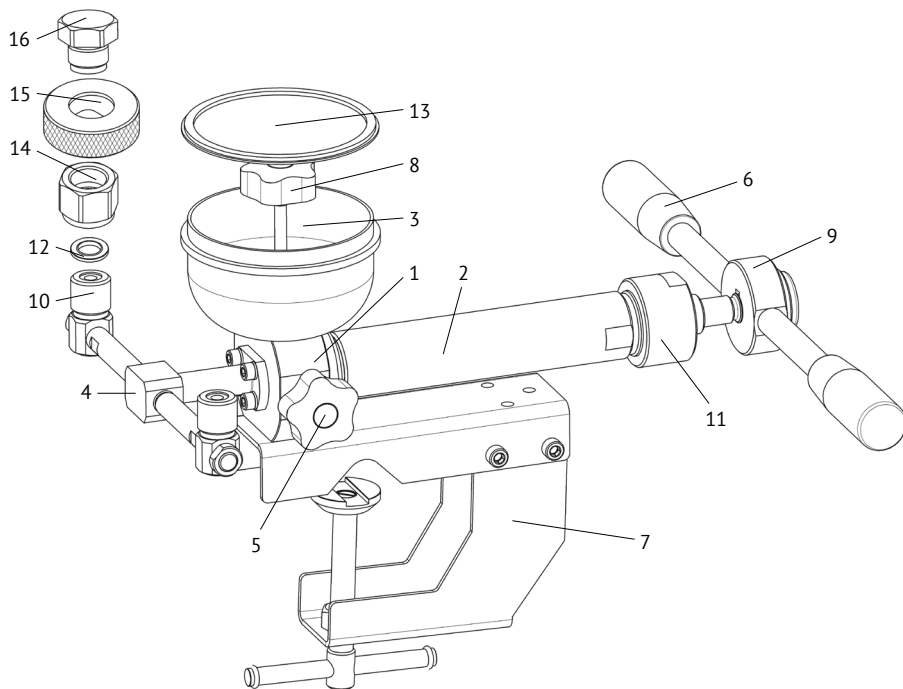

Рис. 1. Внешний вид прибора:
4.1 Пресс гидropневматический малогабаритный ПГМ состоит из бронзового корпуса 1 (Рис. 1), с присоединенным рабочим цилин-
6.3 Надежно закрепите ПГМ на столешнице или трубе посредством *струбцины 7* (Рис. 1).
6.5 Установите резинометаллические уплотнения 12 (Рис. 1) на стойки 10 и накрутите требуемого размера гайки соединительные 14 (левая резьба) из комплекта ЗИП. Проверьте состояние *вентиля рам-*
6.6 Залейте 100 — 150 мл рабочей жидкости в стакан. Откройте *вентиль сброса давления 8*, отвернув иглу на 2-3 оборота до момента пока рабочая жидкость не появится в отверстиях стоек для поверяемых СИ. После этого вращением по часовой стрелке закройте *вентиль рампы 5* (Рис. 1) до упора, не прилагая больших усилий.
7.2 Проконтролируйте состояние и точность установки резинометаллических *уплотнений 12* (Рис. 1), состояние торцевых поверхностей *штуцеров* присоединяемых СИ.
7.4 Откройте вентиль *рампы 5* (Рис. 1), отвернув иглу на 0,5—1 оборота.
8.2 Ежедневное техническое обслуживание: произведите внешний осмотр, очистите от загрязнений и пыли — сухой, чистой ветошью. Проверьте наличие смазки на поверхности *ходового винта пресса 11* (Рис. 1). При её отсутствии или недостаточном количестве произвести смазывание поверхности винта консистентной смазкой ЛИТОЛ — 24 ГОСТ 21150-87.